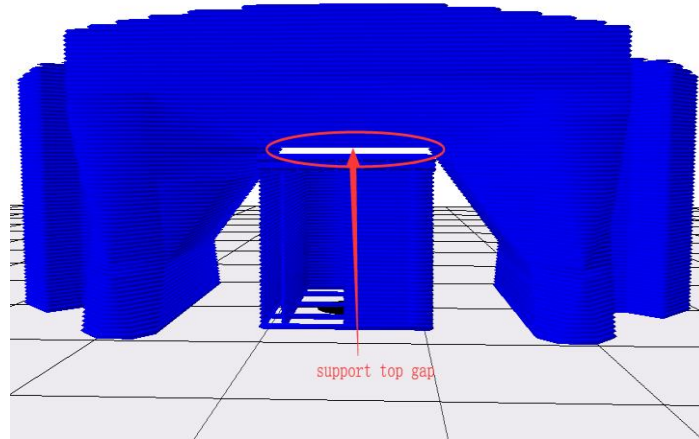

图 24，图中箭头所指为支撑顶部与模型的间隙
(4) 支撑的顶部距模型间隙 (单位 mm)：即支撑顶部与模型表面的间距如图 24，数值越大，间距越大，支撑越容易剥离，但数值过大会造成支撑效果差，模型添加支撑部位出现悬垂；数值越小，间距越小，支撑从模型表面剥离时，模型表面会有残留料，影响模型表面的光滑度，当为 0 时支撑表面与模型紧紧连接，如果支撑表面的打印材料与模型是同一种材料会无法剥离；此值默认 0.18mm，是理想情况下较合适的值。用户可以在默认数值上打印测试，根据实际打印情况，上调或下调该参数，使模型获得较好的支撑效果且易从模型上剥离和获得较好的模型表面，上调或下调建议按 0.03mm 梯度增加或减少。